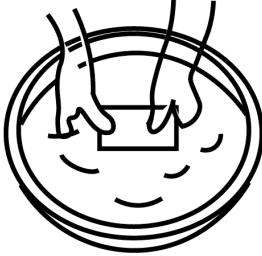

Bild 20
- Tvätta filtret försiktigt i ljummet tvålvatten, bild 20.